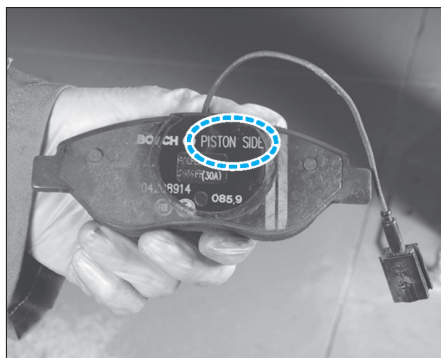

Fig. 5
- Remplacer les quatre agrafes (5).
- Reposer les plaquettes de frein : la plaquette avec la mention "PISTON SIDE" doit être placée vers l'intérieur (Fig.5).